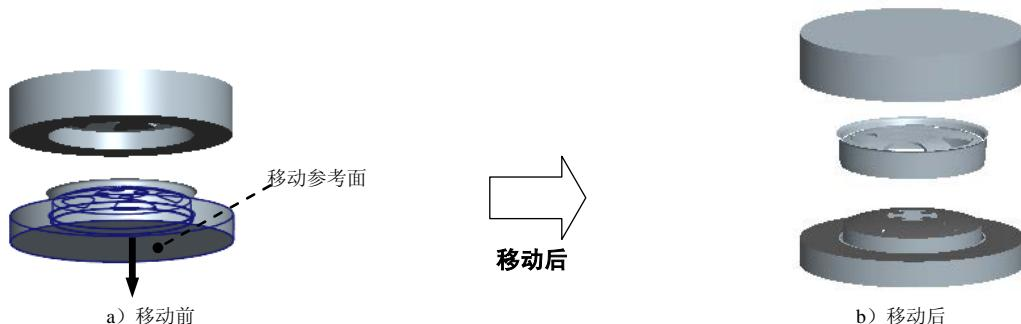

图 30.14 移动下模
Step1. 选择下模, 选取图 30.14 所示的面为移动方向参考, 方向如图 30.14 所示, 输入